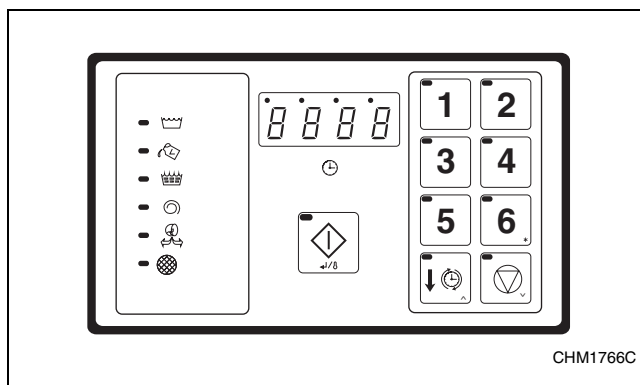

Figura 13
6. Aparecerá en pantalla el ciclo de lavado predeterminado. Consulte la *Figura 13*.